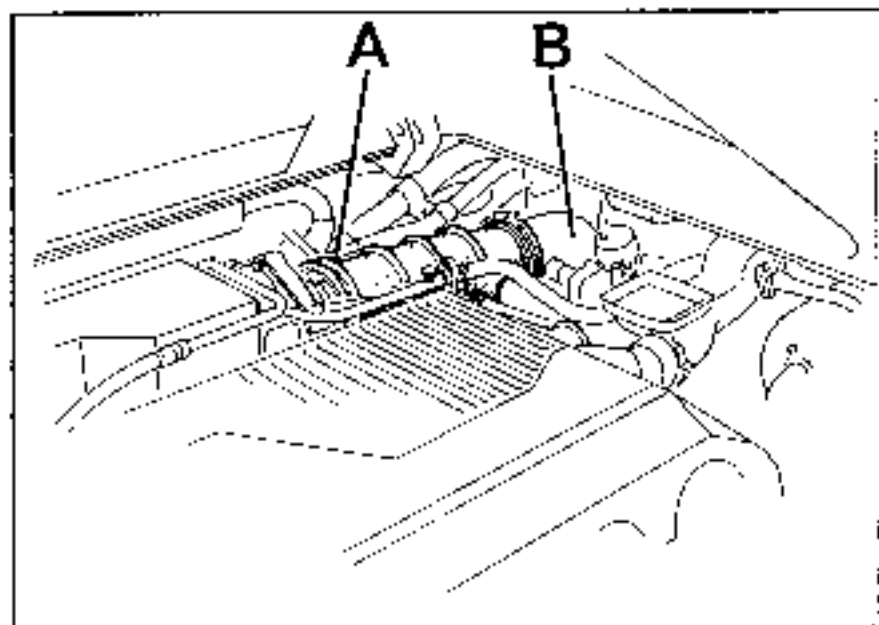

Fig.1
- Procéder au serrage des 2 vis de fixation du coude aluminium (B) sans contrainte sur la longueur de la durit (A) (Fig.1).